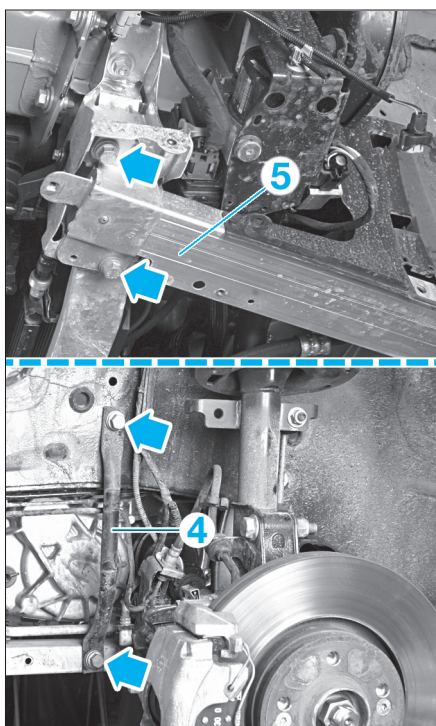

FIG. 25
- Déposer les tuyaux d'ABS inférieurs (3).
- Déposer le (ou les) tirant(s) gauche (4) (fig. 25).
- Dévisser, sans les déposer, les 2 vis avant du renfort en aluminium (5).